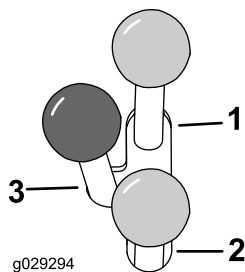

Figura 12
- Para accionar un accesorio hidráulico hacia adelante, mueva hacia adelante la palanca hidráulica auxiliar (Figura 12).
- Para accionar un accesorio hidráulico en sentido inverso, mueva hacia atrás la palanca hidráulica auxiliar (Figura 12).
**Nota:** Si usted suelta la palanca cuando ésta está en posición HACIA ADELANTE o HACIA ATRÁS, la palanca volverá automáticamente a la posición de PUNTO MUERTO (Figura 12).